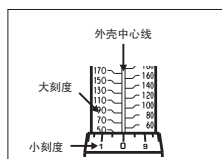

图 2 — 扭矩设置 50
3. 通过旋转握把，设置所需的扭矩，读取外壳刻度的精确数值（见第 28 页的图 2 和图 3）。